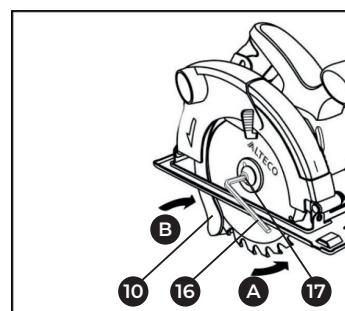

Рис. 2
- Для демонтажа пильного диска необходимо положить циркулярную пилу на торцовую часть корпуса двигателя. Нажмите кнопку блокировки шпинделя (21), держите её нажатой.
- Открутите зажимной винт (17) с помощью шестигранного ключа (16), вращая шестигранный ключ в направлении А, показанном на рис. 2.
- Отдвиньте нижний защитный кожух (10), зафиксируйте его в полностью открытом положении.
- Снимите прижимной фланец (18), затем снимите пильный диск со шпинделя (20).
- Отодвиньте нижний защитный кожух (10), зафиксируйте его в полностью открытом положении.
- Установите опорный фланец (19) на шпиндель (20).
- Установите прижимной фланец (18). Нажмите кнопку блокировки шпинделя (21), держите её нажатой, закрутите зажимной винт с помощью шестигранного ключа (16), вращая шестигранный ключ в направлении В, показанном на рис. 2.